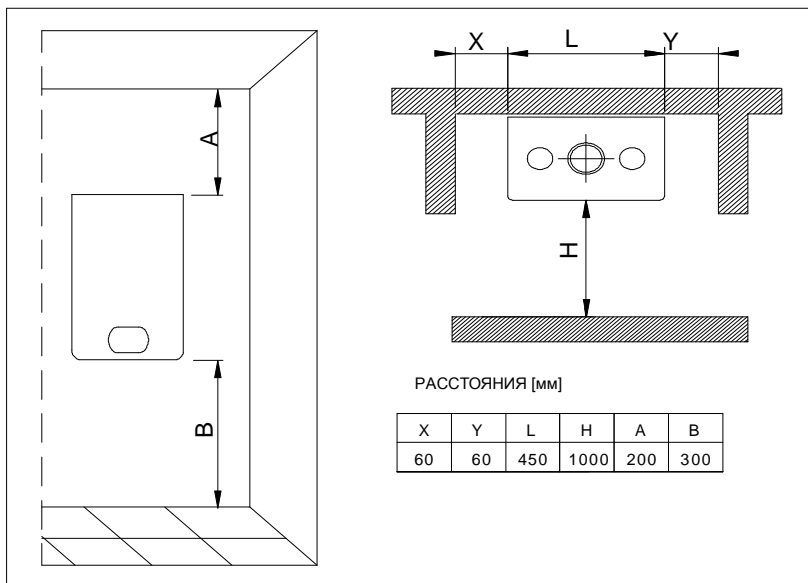

Рис. 1
**А.** Поместите упакованный прибор на пол (см. рис. 1), убедившись в том, что стрелка «верх» обращена вниз. Удалите скобы и откройте четыре откидные створки коробки.
В целях обеспечения доступа к внутренней части котла для технического обслуживания важно соблюдать необходимые зазоры, указанные на рис. 1. Для упрощения установки котел поставляется с шаблоном, посредством которого подготавливаются трубные соединения перед креплением прибора к стене.